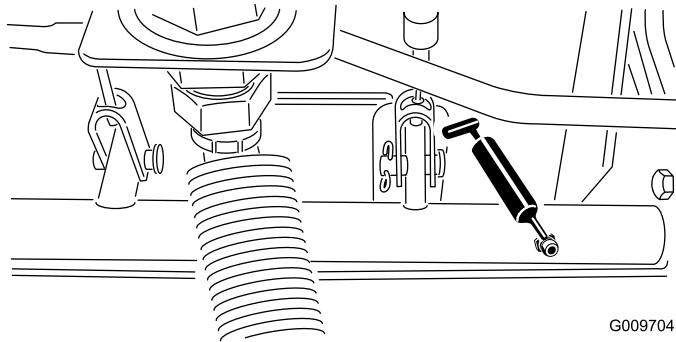

図 50
- 図 50に示す、ブレーキシャフトのピボットのベアリング5ヶ所